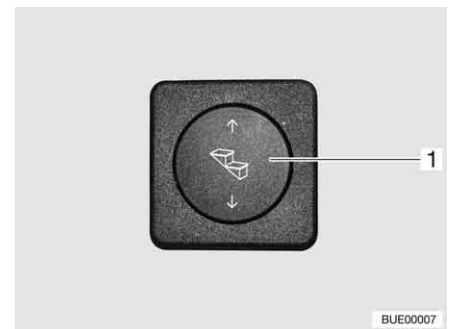

Fig. 9 Pulsador de mando escalón de entrada
- Pulsar la parte inferior del pulsador basculante (Fig. 9,1) y mantenerlo pulsado (por lo menos 3 segundos) hasta que esté completamente extraído el escalón de entrada.
- Pulsar la parte superior del pulsador basculante (Fig. 9,1) hasta que haya introducido completamente el escalón de entrada.